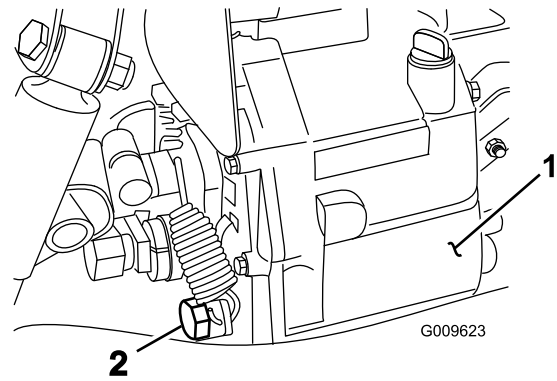

Figura 69
- Scoateți bușonul de golire din partea laterală a rezervorului i lăsați uleiul hidraulic să curgă într-o tavă de golire (Figura 69).